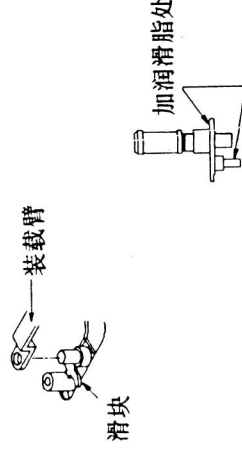

图37
- 步骤: ①卸下磁鼓装置;
②将录像机垂直放置,取下底板;
③用手转动装载马达,将滑块移动到装载位置;
④如图37所示,取下装载臂;
⑤取下导向轮,按照第E项所述,重新将其安
注意: 在安装滑块时,应如图37所示在滑块上加一些润滑脂。